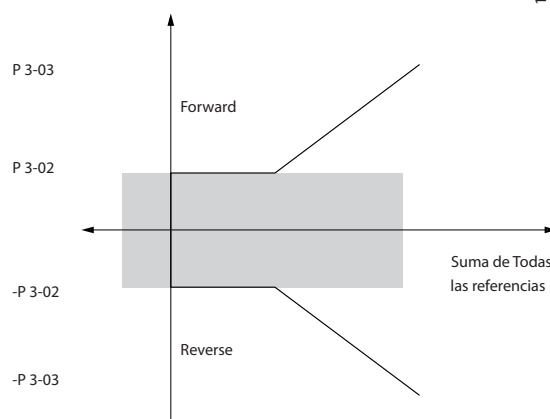
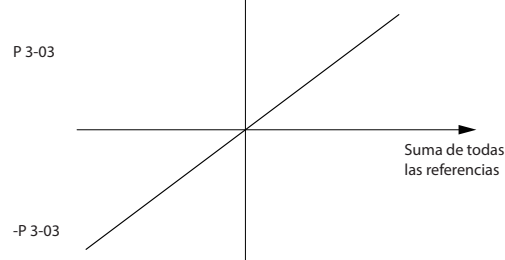

Ilustración 15.2 Relación entre la referencia resultante y la suma de todas las referencias.
Ilustración 15.3 Referencia resultante
*Parámetro 3-00 Rango de referencia*, *parámetro 3-02 Referencia mínima* y *parámetro 3-03 Referencia máxima* definen conjuntamente el rango para la suma de todas las referencias. Cuando es necesario, la suma de todas las referencias se bloquea. La relación entre la referencia resultante (tras bloquear) y la suma de todas las referencias se indica en la *Ilustración 15.2* y la *Ilustración 15.3*.